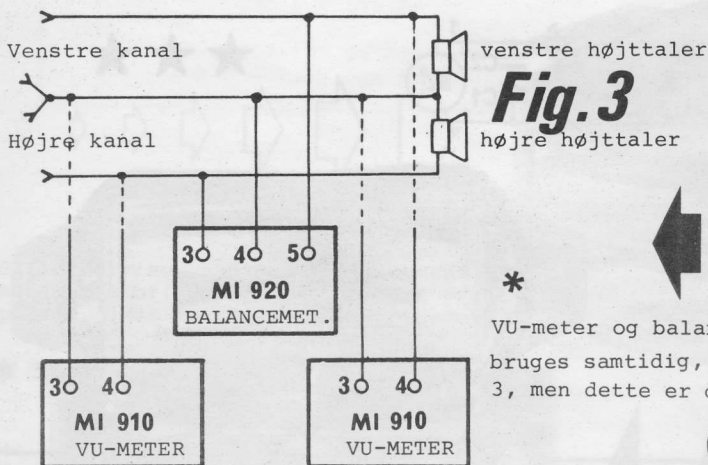

Fig. 3
6. Hele enheden MI 910 er nu klar til brug, og tilsluttes efter tegning Fig. 2 eller 2 stk. MI 910 på fig.3 i byggevejledningen til MI 920, hvor man ikke behøver at anvende instrument MI 920, men kun 2stk VU-METER MI 910.
VU-meter og balancekontrol kan udmærket bruges samtidig, som vist på fig. 3, men dette er dog ikke nødvendigt.
7. Balancemeter MI 920 er nu klar til brug, og tilsluttes efter Fig. 3 til højttalerudgangene på en stereo- båndoptager, -radio eller -forstærker.